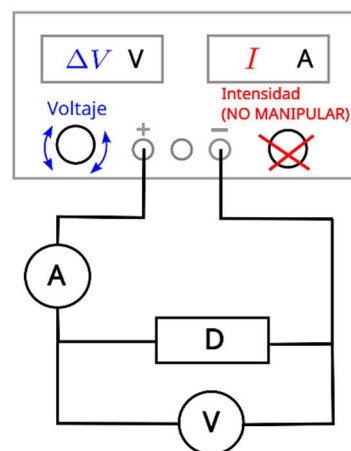

Figura 1
El montaje experimental del circuito eléctrico es el mostrado en la figura 1, donde D representa el dispositivo a estudiar, es decir, la resistencia, el diodo o la lámpara. Como puede verse, el amperímetro (A) se conecta en serie y el voltímetro (V) en paralelo con el dispositivo. **Importante:** no deberá encenderse la fuente hasta que el profesor haya revisado el montaje. **Importante:** el alumno nunca manipulará la rueda de regulación de corriente de la fuente ni otros botones de la misma, sólo deberá manipular la rueda de regulación de voltaje.
2. Realiza las conexiones tal como se muestra en la figura 1. Coloca como dispositivo la resistencia eléctrica. **Antes de encender la fuente, consulta con el profesor.**
- V : diferencia de potencial medida en la resistencia o la bombilla en el montaje de la figura 1.
- I : intensidad de corriente medida en la resistencia o la bombilla en el montaje de la figura 1.